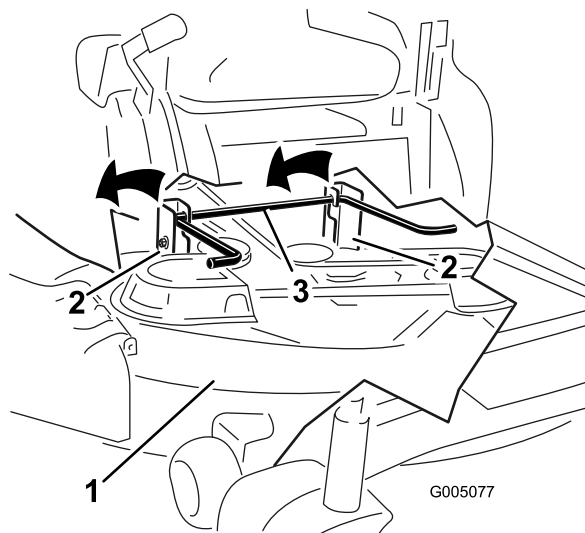

Figura 68
5. Levante a plataforma de corte e os suportes de suspensão afastando da haste de elevação traseira e baixe o cortador cuidadosamente até ao chão (Figura 68).
5. Levante a parte de trás da plataforma de corte e oriente os suportes de suspensão por cima da haste de elevação traseira (Figura 68).